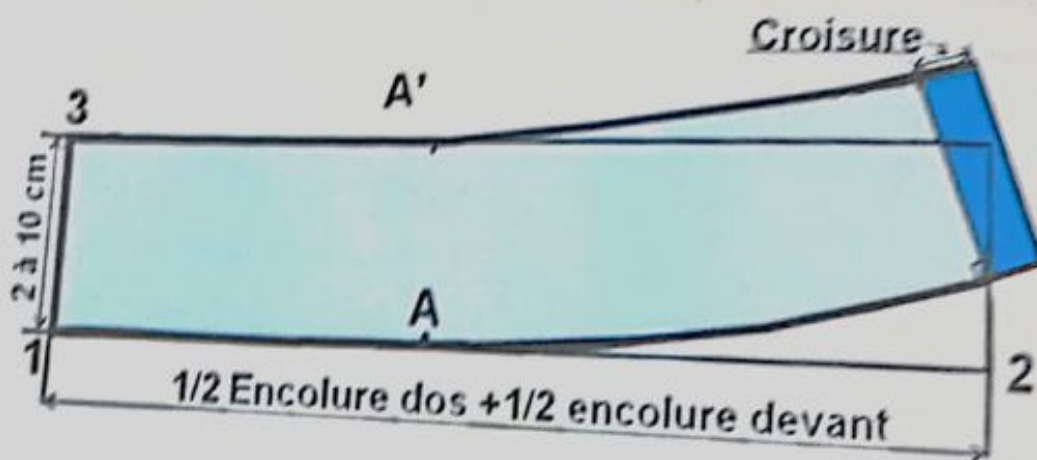

FIG. 3
- Ajoutez une valeur de croisure sur le prolongement du col si le col Officier est coupé avec une croisure (fig.3).